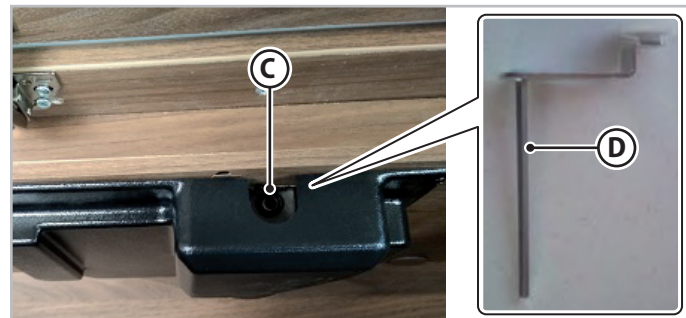

Fig. 6.20 - Desbloqueio elétrico da cama tipo A
2. Na parte frontal do motor, inserir a chave (D - Fig. 6.20) no interior do parafuso (C - Fig. 6.20) para o movimento manual.